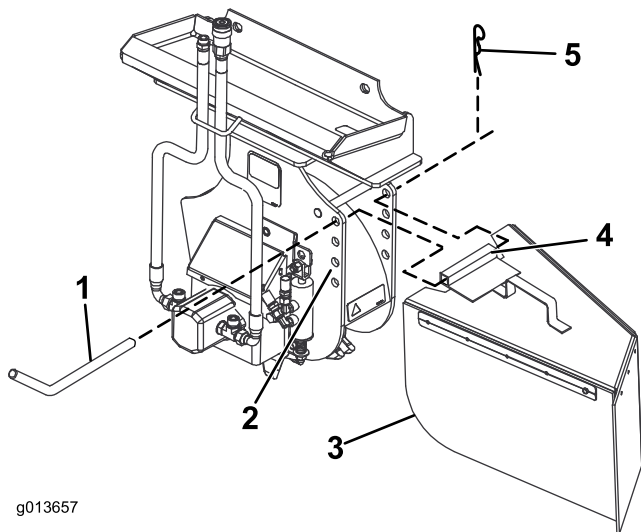

Figura 7
- Infilate il perno del deflettore attraverso i fori sulla trinciatrice e nel tubo di montaggio (Figura 7).
- Fissate il perno con una coppiglia (Figura 7).
Il trinciaceppi è dotato di 4 serie di fori di montaggio per montare il deflettore per trucioli (Figura 7). Spostate il deflettore in alto (nei fori superiori) quando trinciate vicino al suolo e in basso (nei fori inferiori) quando trinciate ceppi alti. Montate il deflettore per trucioli nel modo seguente:
- Posizionate il tubo di montaggio del deflettore tra due fori sulla trinciatrice (Figura 7).